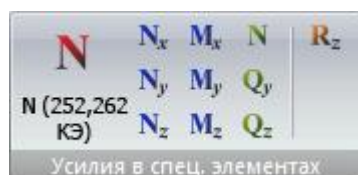

Рис.62. Панель Усилия
- **Усилия в спец элементах** (рис.62) – отображение на экране мозаик усилий в специальных элементах.
Панель **Усилия в спец. элементах** (рис.62) содержит следующие команды:
Панель **Усилия в одноузловых КЭ** (рис.62) содержит следующие команды: